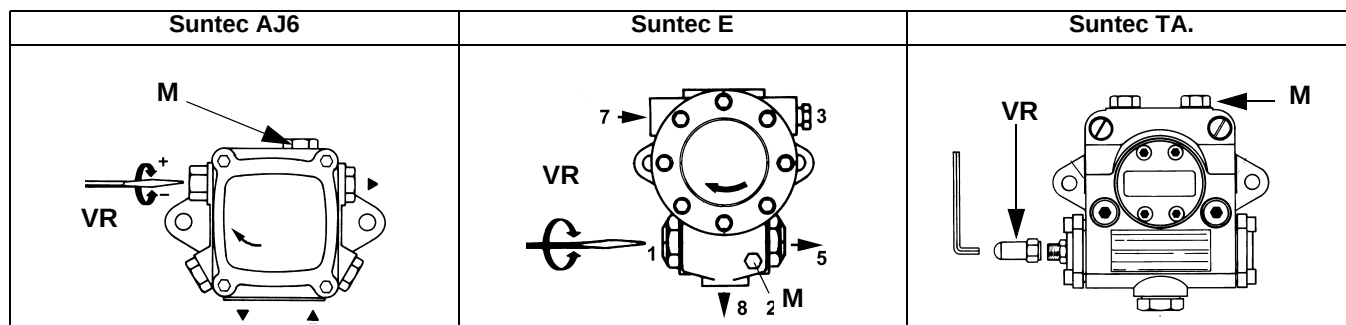
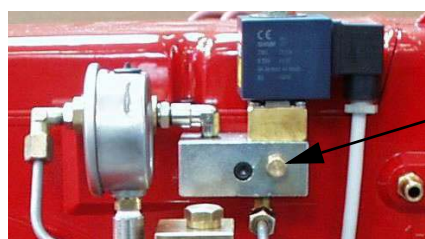

Fig. 24
Fig. 25
- 3 sfiatare l'aria dall'attacco (**M**) manometro della pompa (Fig. 24), allentando leggermente il tappo, senza toglierlo; quindi rilasciare il contattore.
- 5 La pressione di alimentazione ugello è già pre-tarata in fabbrica e non deve essere cambiata. Solo se necessario, regolare la pressione di alimentazione (vedi relativo paragrafo) nel modo seguente: inserire un manometro nella posizione indicata in Fig. 25 agire sulla vite di regolazione **VR** della pompa (vedi Fig. 24) fino ad ottenere una pressione all'ugello pari a 20 bar (ugelli Monarch o ugelli Bergonzo);